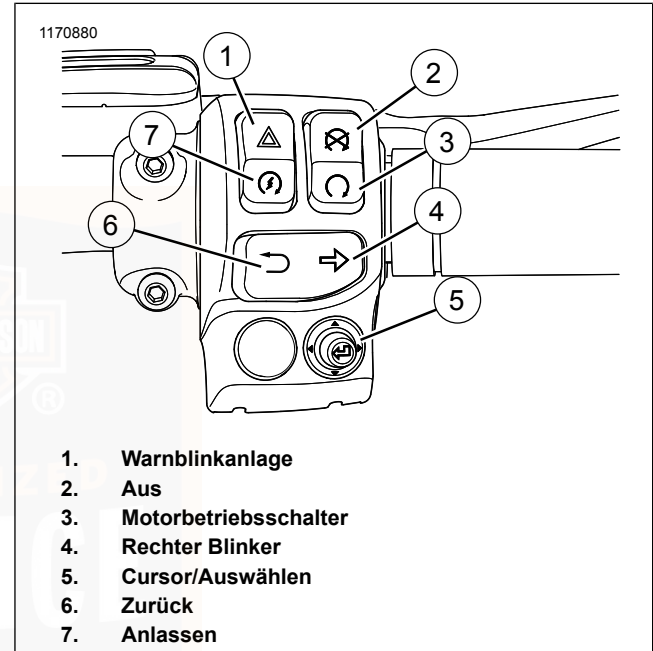

Abbildung 25. Rechtes Schaltermodul (typisch)
Siehe Abbildung 25. Der Warnblinkerschalter (1) dient zur dauerhaften Aktivierung des Vierfach-Warnblinkers bei einem liegengebliebenen Motorrad. Mithilfe der Warn blinker kann das Motorrad mit ausgeschalteter Zündung zurückgelassen werden, bis Hilfe geholt wird. Siehe Tabelle 33.
Siehe Abbildung 25. Den Motorbetriebsschalter in Stellung OFF (AUS) (2) drücken, um den Motor abzustellen. Siehe Tabelle 33.
Siehe Abbildung 25. Den Motorbetriebsschalter in Stellung RUN (BETRIEB) (3) drücken, damit der Motor angelassen und betrieben werden kann. Der Motorbetriebsschalter muss sich in der Stellung RUN (BETRIEB) befinden, damit der Motor angelassen und betrieben werden kann. Siehe Tabelle 33.
Siehe Abbildung 25. Den rechten Blinkerschalter (4) zur Aktivierung des rechten Blinkers betätigen. Siehe Tabelle 33.
Siehe Abbildung 25. Mit der Fünfwege-Taste „CURSOR/AUSWÄHLEN“ (5) werden bei entsprechend ausgestatteten Fahrzeugen Radiofunktionen betätigt. Siehe BOOM! BOX BEDIENUNGSANLEITUNG. Siehe Tabelle 33.
Siehe Abbildung 25. Mit dem hinteren Schalter (6) können bei entsprechend ausgestatteten Fahrzeugen Radiofunktionen bedient werden. Siehe BOOM! BOX BEDIENUNGSANLEITUNG. Siehe Tabelle 33.
2. Siehe Abbildung 25. Den Motorbetriebsschalter in die BETRIEB-Stellung bringen (3). Das Getriebe in den Leerlauf schalten. Die (grüne) Leerlauf-Kontrollleuchte leuchtet auf. Siehe Anlassen des Motors (Seite 135).
3. Den Anlasser durch Drücken des Anlasserschalters (7) betätigen. Siehe Tabelle 33.